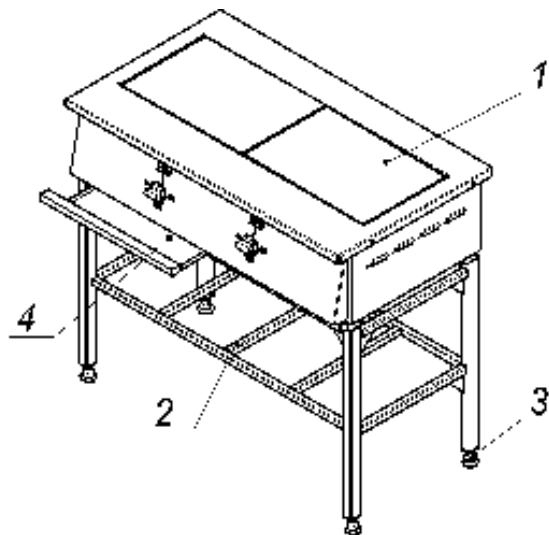
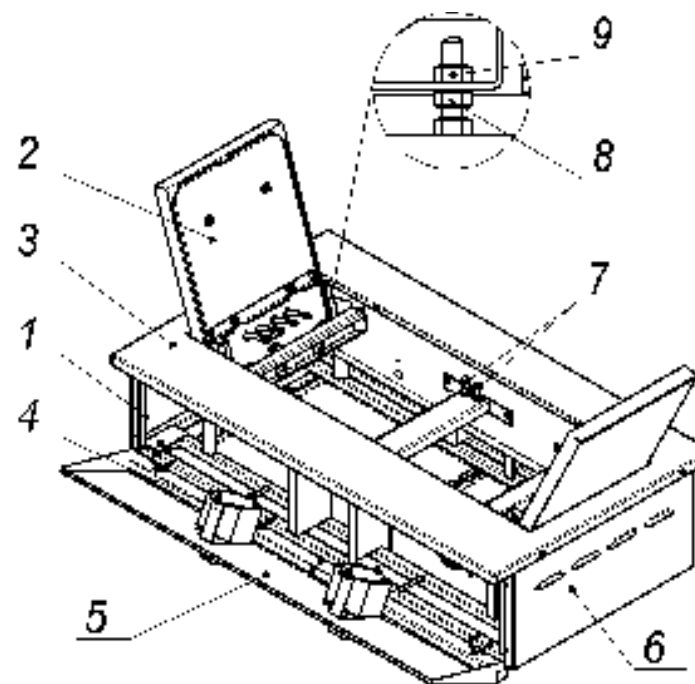

Рис.1
Рис. 2
Чтобы открыть приборную панель плиты, необходимо вынуть выдвижные поддоны (см. рис.1) и вывернуть винты крепления панели к каркасу плиты.
4.3 Собственно плита (рис.2) установлена на каркасную раму (рис.1, поз.2) и состоит из каркаса (поз.1), с закреплёнными на нём 2-мя чугунными конфорками (поз.2), столом (поз.3), облицовочными (поз.6) и приборной панелью (поз.5).
4.3.3 Для обслуживания и санитарной уборки, плита оборудована (см. рис.1) выдвижными поддонами (поз.5), так же обеспечен (см. рис.2) свободный доступ к внутренним поверхностям плиты:
- эксплуатировать плиту без выдвижных поддонов (рис.1, поз.4);
7.2 Установите рукоятки переключателей мощности конфорок (рис.2, поз.4) в положение I, II или III (должны загореться сигнальные лампы) в зависимости от требований технологии тепловой обработки продуктов.
7.5 После окончания приготовления продуктов отключите напряжение, подаваемое на нагревательные элементы конфорок, установив рукоятки переключателей конфорок (рис.2, поз.4) в положение «0» (сигнальные лампы должны погаснуть).